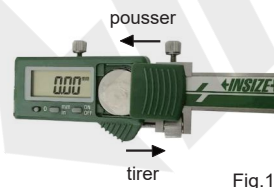

Fig.1
---Retirez le couvercle de la batterie (fig.1).